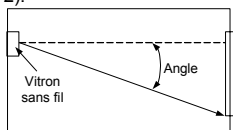

Figure 2 : Angle entre le ViTRON sans fil et la vitre
Vérifier que la distance entre le ViTRON sans fil et le point le plus distant de la vitre à protéger ne dépasse pas la portée maximale spécifiée, en prenant en considération la réduction de portée causée par l'angle (voir la figure 2).
- Montage sur un mur latéral** - (n'est pas recommandé à cause du fait que le ViTRON sans fil ne fait pas face à la zone vitrée - voir le schéma de la portée en fonction de l'angle (figure 2). Tester soigneusement la détection aux deux extrémités de la zone vitrée en se servant du testeur RG-65 (voir la figure 6).